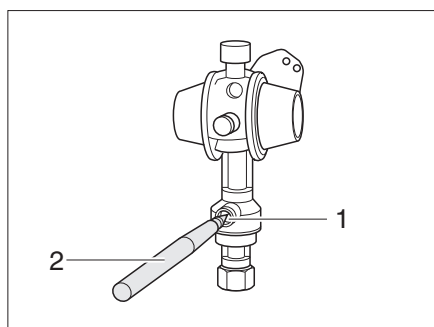

Fig. 189 Crash-Sensor
- A l'aide d'un stylet (Fig. 189,2), enfoncer le bouton de déverrouillage (Fig. 189,1) pendant plusieurs secondes.